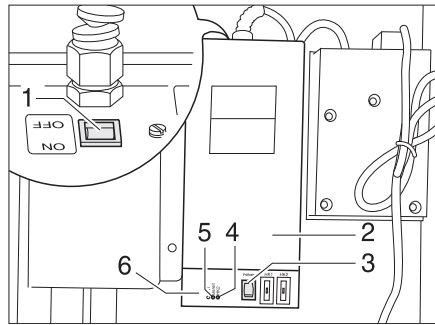

Bild 110 Trafo mit Regelgerät
Der Trafo 230 V AC/12 V DC (Bild 110,2) ist je nach Modell im Kleiderschrank oder in der Truhe der Sitzgruppe eingebaut.
- Kontroll-Leuchte (Bild 110,5) leuchtet grün: Regelung in Betrieb
- Kontroll-Leuchten (Bild 110,4 und 6) leuchten rot: Abwasserleitungen werden erwärmt
In das Gehäuse ist ein Prüftaster (Bild 110,3) integriert, mit dem das Regelgerät kurzzeitig in Betrieb genommen werden kann. Durch Drücken des Prüftasters lässt sich die Funktion der Erwärmung testen, auch wenn die Umgebungstemperatur über 5 °C liegt.
- Schalter (Bild 110,1) am Trafo (Bild 110,2) auf "ON" stellen.
- Schalter (Bild 110,1) am Trafo (Bild 110,2) auf "OFF" stellen.